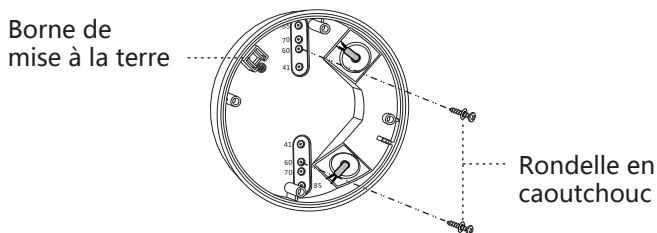

FIG.17
- Choisir les knockouts appropriés pour fixer la boîte de raccordement JB-41 sur la surface du plateau du plafond à l' aide de 2 pcs de vis en bois se trouvant sur la rondelle en caoutchouc (Voir FIG.17).